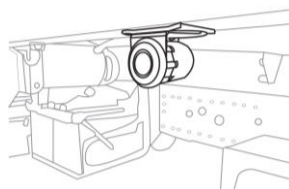

図 4
- ・センサーは車両左側面から飛び出ない位置でかつ、周囲に車両の突起物などが無い位置を推奨（図4参照）。